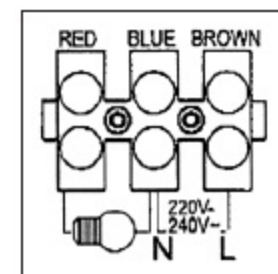

Fig. 4
2. Controllare il circuito elettrico che deve essere realizzato secondo gli schemi di fig. 4 e 8.
- 6) Eseguire i collegamenti elettrici come indicato in fig. 4.